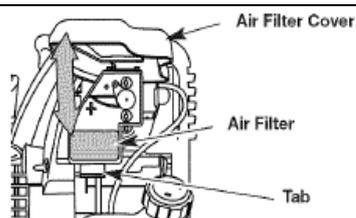

Рис. 24
- Затем потяните крышку воздушного фильтра на себя и вверх (Рис. 24).
- Извлеките воздушный фильтр (Рис. 24).
- Установите на место воздушный фильтр (Рис. 24).
- Опустите крышку вниз. Язычок на задней стенке воздушного фильтра должен защелкнуться в пазу крышки воздушного фильтра (Рис. 24).